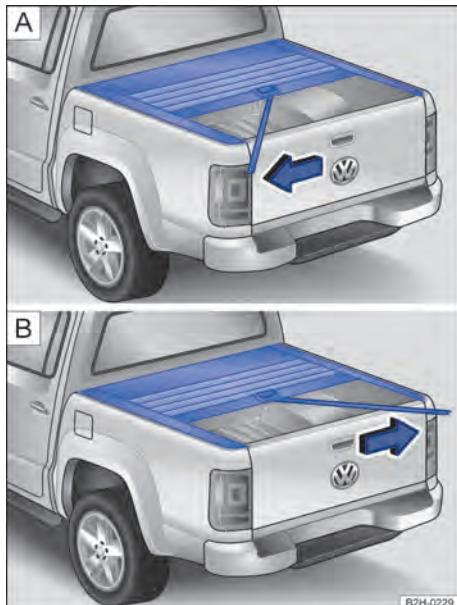

Fig. 29 Capota marítima do compartimento de carga: **C**: ativar o mecanismo de destravamento e **D**: desativar.
- **Abrir completamente:** posicionar o manípulo ② A para cima, até o batente. A cobertura sobe automaticamente. A cinta de tração ⑤ B permanece no centro.
- **Posição intermediária:** Puxar o manípulo ② A para cima até o batente e puxar a cinta de tração ⑤ B durante o processo de abertura no sentido da seta para a esquerda → Fig. 29 C. A cobertura engata na posição intermediária.
- **Abrir a partir da posição intermediária:** Puxar a cinta de tração para a direita → Fig. 29 D. A cobertura sobe automaticamente.